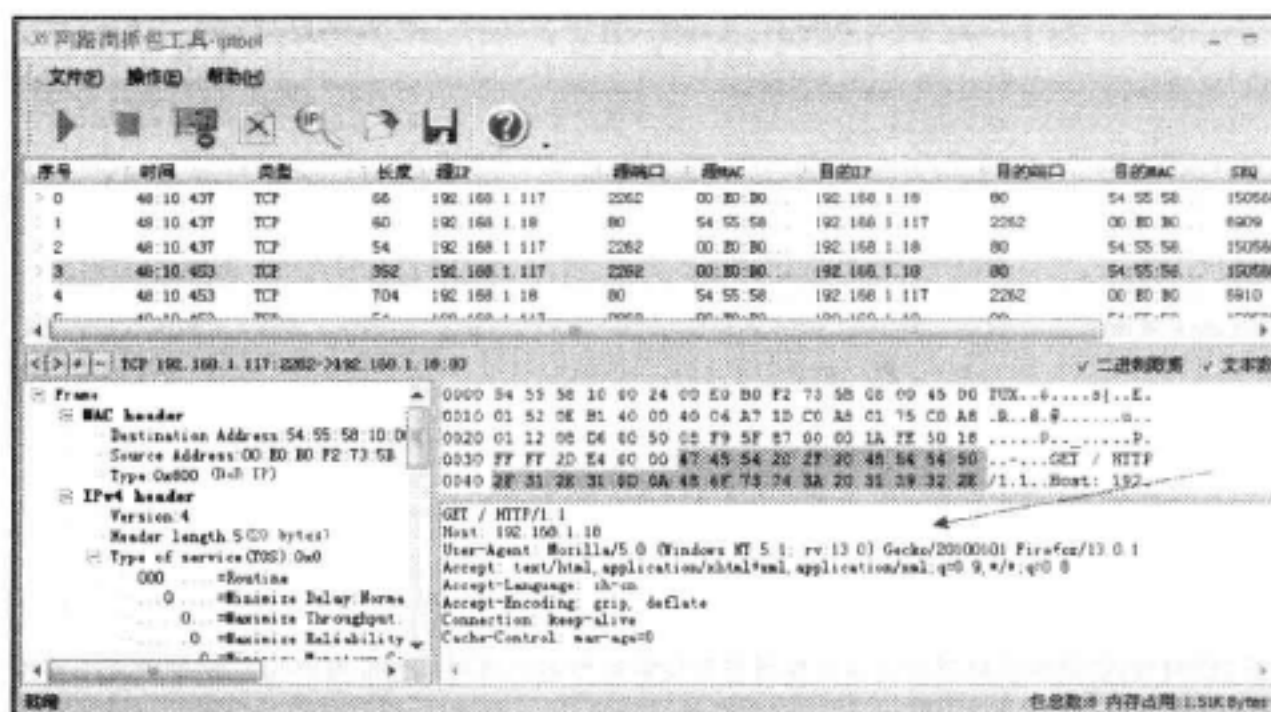

图 24-15 浏览器发送的数据
3) 当我们在浏览器输入服务器的 IP 地址并访问时，浏览器会向服务器发送一些数据，我们可以使用一些网络抓包工具查看这些数据包。其数据内容见图 24-15 中的箭头所指的区域。数据包中开头的内容为“GET”。在服务器中我们以这三个字符作为第一次与服务器连接的标志，当确定为第一次连接时，调用 LwIP 的 `tcp_write()` 函数输出网页。